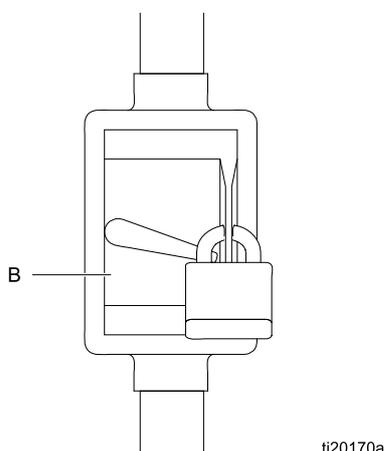

Figure 2 Выключатель питания
1. Убедитесь в том, выключатель питания (В, рис. 2) выключен и заблокирован.